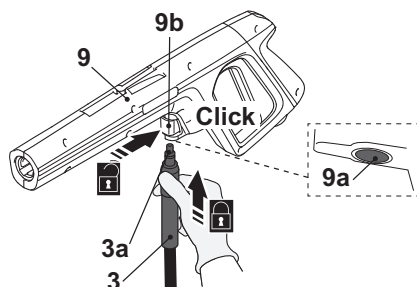

Fig. 2
1. Introduzca el conector (3a) de la manguera de presión (3) en el orificio de conexión de la manguera (9a) de la pistola de pulverización (9). Asegúrese de que encaja en su sitio (Fig. 2) 2. Pulse el botón de desbloqueo (9b) para desbloquearlo si es necesario.